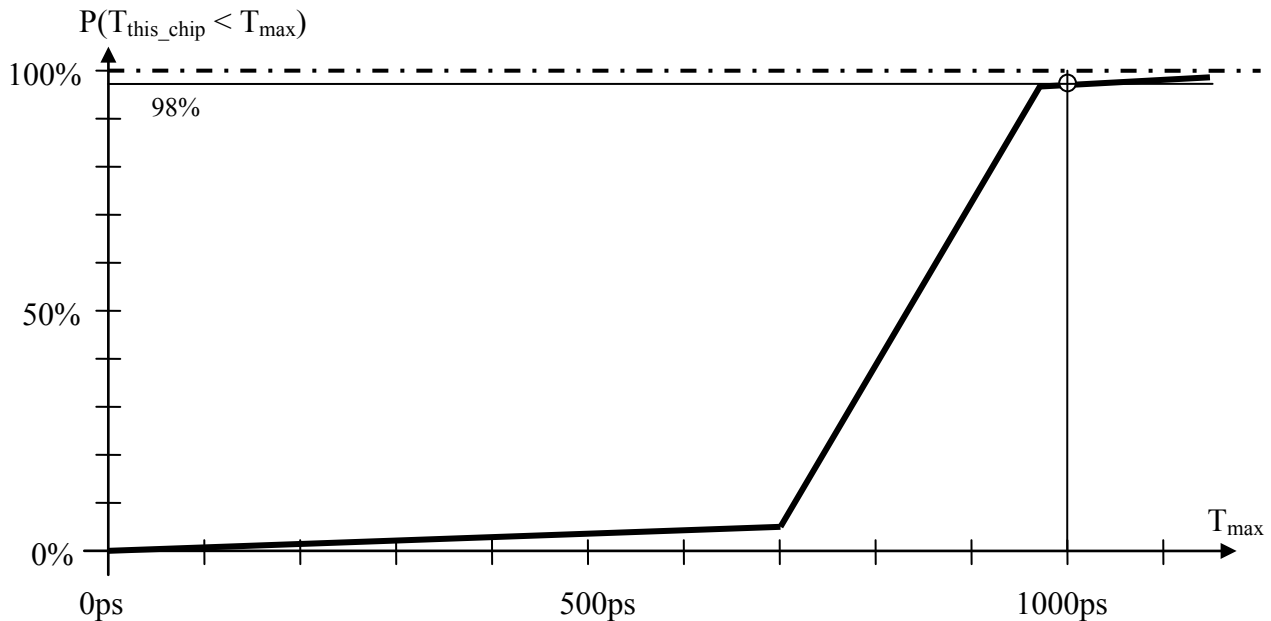

Abbildung 3.1
Gegeben sei ein CPU-Chip, der nominal bei 5V Versorgungsspannung, 25°C Umgebungstemperatur und 1GHz arbeitet und dabei eine Die-Temperatur von 85°C erreicht. Abbildung 3.1 zeigt eine Näherung für die (kumulative) statistische Verteilung des Delays im kritischen Pfad, wie sie vom Hersteller ermittelt wurde. Wie man erkennt, ist das Design so ausgelegt, dass trotz der fertigungsbedingten Variationen 98% der gefertigten Chips funktionieren. Bei den restlichen 2% seien die Delays im kritischen Pfad (inklusive Setup/hold time) größer als die Periodendauer von 1000ps, sodass Probleme beim Timing auftreten. Diese Chips wurden beim Test ausgeschieden.
- Würde man den Chip um 25% höher takten – wie groß wäre dann der zulässige Delay? Wie hoch wäre damit nach Abbildung 3.1 der Prozentsatz der auszuscheidenden Chips?